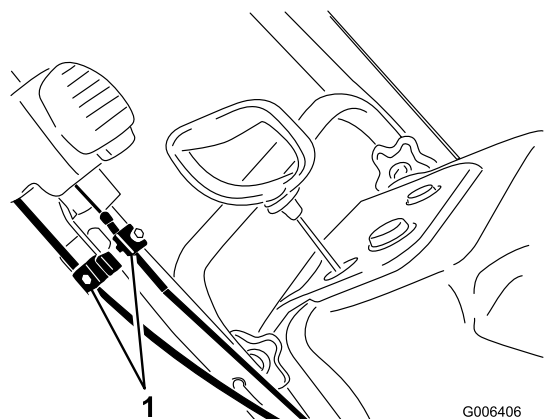

图32
1. 松开 2 个 Quick Shoot 控制装置拉索夹图32。